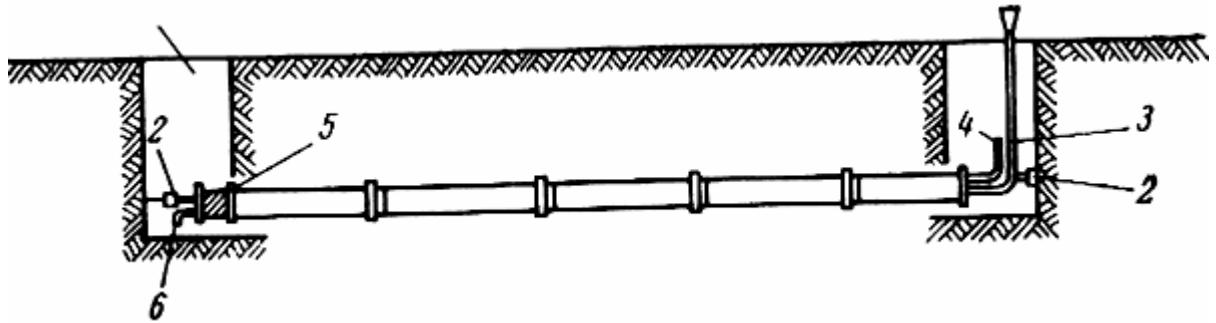

Рис. 2. Схемы испытания трубопровода на внутреннее давление
5. Герметичность стыковых соединений уложенного трубопровода проверяют на внутреннее давление путем заполнения его водой через стояк, установленный в его верхней точке (рис. 2).